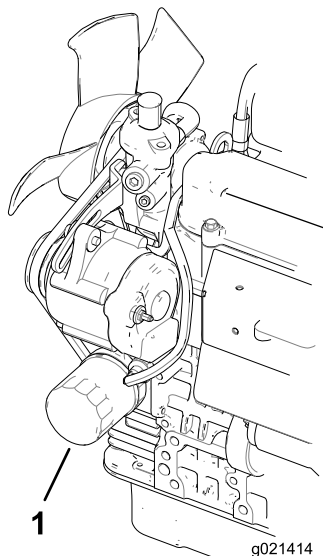

Figura 47
2. Retire o filtro do óleo (Figura 47). Aplique uma leve camada de óleo limpo no vedante do filtro novo antes de o montar. **Não aperte demasiado.**